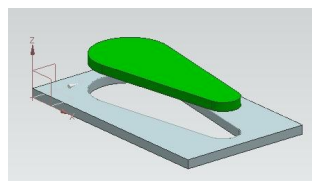

рис.15
- Если вернуться в сборку *cs_model*, то вы увидите - как соотносятся детали *обстановки* и *wp_model* (рис.15).